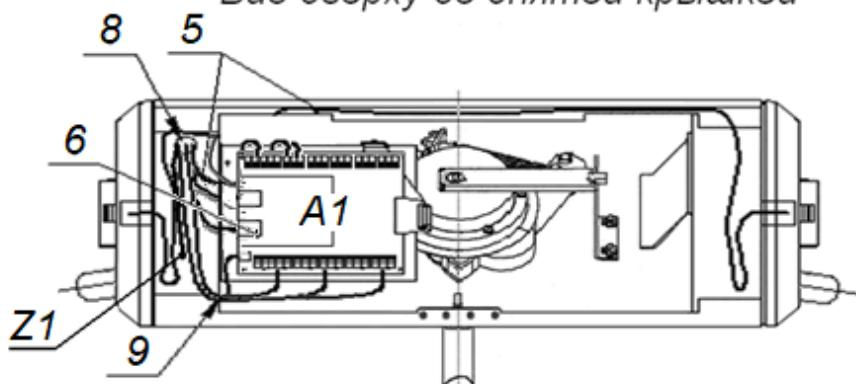

Рисунок 13. Схема прокладки кабелей в стойке ЭП
6. Подготовьте в полу отверстия под гильзы анкеров для крепления стойки ЭП. Установку и крепление стойки производите после прокладки всех кабелей в кабельном канале и внутри стойки. Схема прокладки кабелей в стойке и места расположения отверстий, в которые следует установить изоляционные втулки из комплекта поставки, показаны на рис. 13.
- Протяните кабели внутри стойки. Рекомендуемое расположение кабелей при прокладке внутри стойки показано на рис. 13.
16. Выполните заземление стойки ЭП в соответствии с требованиями ПУЭ («Правила устройства электроустановок»). Контакт заземления **Z** находится под крышкой стойки (3), слева от плат контроллера (см. рис. 13).
17. Проверьте правильность и надежность всех электрических подключений. При помощи площадок самоклеящихся и стяжек неоткрывающихся из комплекта поставки закрепите все кабели. После подключения всех кабелей и закрепления стойки на полу установите на место крышку (3) (см. разд. 6). Закройте заглушками Ø30 мм из комплекта поставки четыре отверстия для анкерных болтов в основании (2) и вспомогательное отверстие для подводки кабелей в нижней части каркаса (1) (если оно не используется).
18. Для установки в рабочее положение преграждающих планок снимите с поворотного механизма крышку (6), отвернув винт M4×25. Отверните болт M8×30, установленный на преграждающей планке (5). Установите преграждающую планку в соответствующее посадочное место и зафиксируйте болтом. Под головку болта установите пружинную шайбу. Затяжка болтов должна обеспечивать надежную фиксацию преграждающей планки (без люфта). Повторите операции при установке остальных преграждающих планок. Установите на место крышку (6) согласно рекомендациям разд.6.